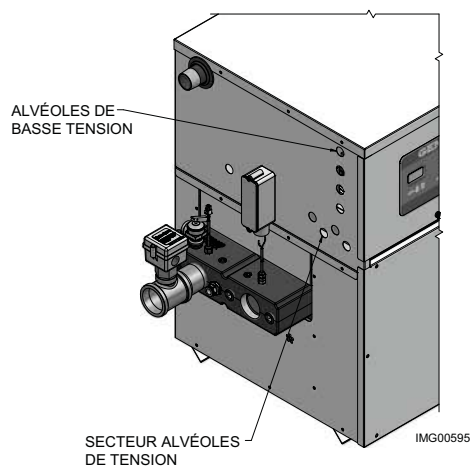

Figure 5-3_Passage des câbles
1. Acheminer tous les câbles de basse tension par les alvéoles du côté gauche du chauffage, comme illustré à la FIG. 5-3.